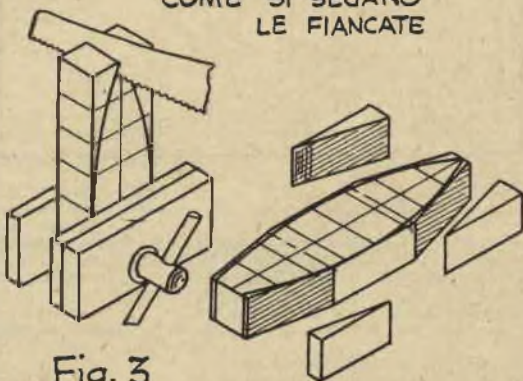

Fig. 3
4. - Segate gli angoli con una sega come indicato in fig. 3.